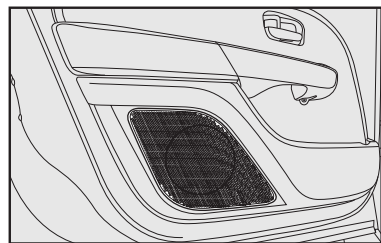

fig. 117
- Alto-falantes das portas dianteiras (algumas versões) **fig. 117**.